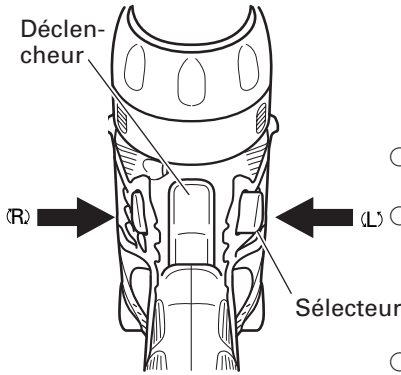

Fig. 19
En appuyant sur côté-L du sélecteur la mèche tourne dans le sens anti-horaire. (Voir Fig. 19) (Des repères (L) et (R) sont prévus sur le bouton du sélecteur.)